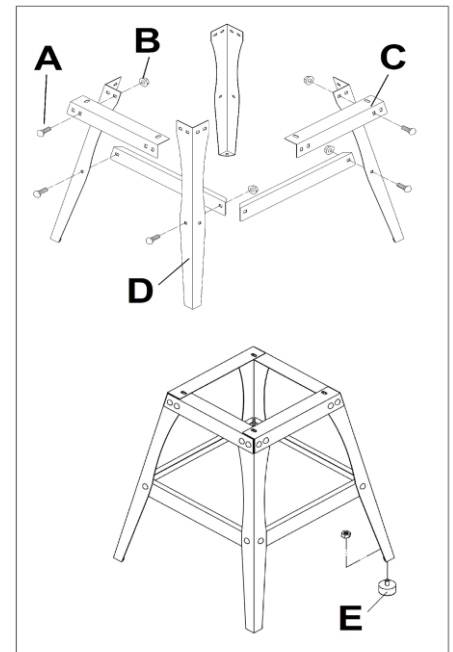

Рис.3
1. Прикрепите одну верхнюю раму к одной паре ножек с помощью кареточных болтов (A, рис.3) и фланцевых стопорных гаек (B, рис.3). Повторите то же самое для второй пары ножек.
3. Соедините два комплекта стоек с двумя оставшимися верхними рамами (C, рис.3). Убедитесь, что квадратные отверстия в ножках (D, рис.3) совпадают с квадратными отверстиями в верхней раме. Также убедитесь, что пазы в верхней части элементов рамы выровнены по углам. Прикрепите рамы к ножкам с помощью кареточных болтов и фланцевых стопорных гаек.
5. Установите опору (E, рис.3) на основание ножки и закрепите ее фланцевой контргайкой.